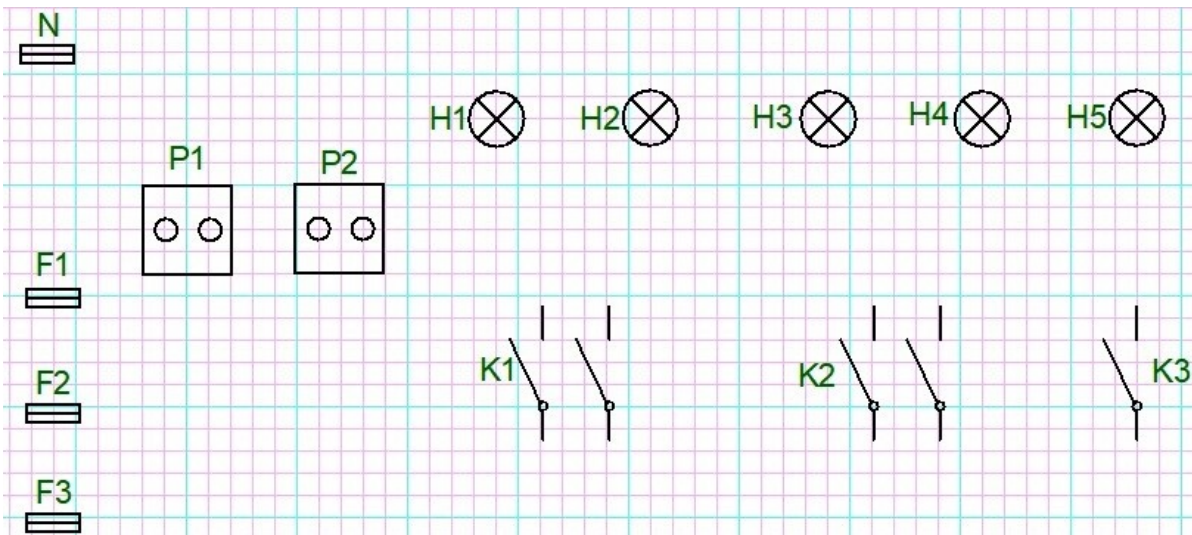

Figura 5.7 Plasarea simbolurilor pe foia de desen în Proficad
3. După plasarea și notarea aparatelor obțin schema din figura 5.7